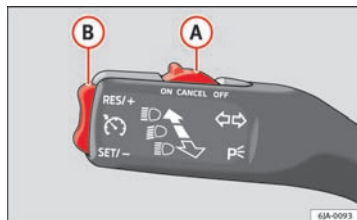

Fig. 110 Blink- og fjernlysarm: kontakt til fartpilot
- Skub kontakten **A** ⇒ Fig. 110 til position **ON**.
- Tryk vippeknappen **B** ⇒ Fig. 110 ⇒ Side 147 til positionen **RES**.
- Du kan **reducere** den gemte hastighed ved at trykke vippeknappen **B** ⇒ Fig. 110 ⇒ Side 147 til position **SET**.
Fartpiloten **bliver midlertidigt deaktiveret**, hvis knappen **A** ⇒ Fig. 110 ⇒ Side 147 skubbes til positionen **CANCEL**, eller der trædes på bremse- eller koblingspedalen.
- Skub kontakten **(A)** ⇒ Fig. 110 ⇒ Side 147 til position **OFF**.